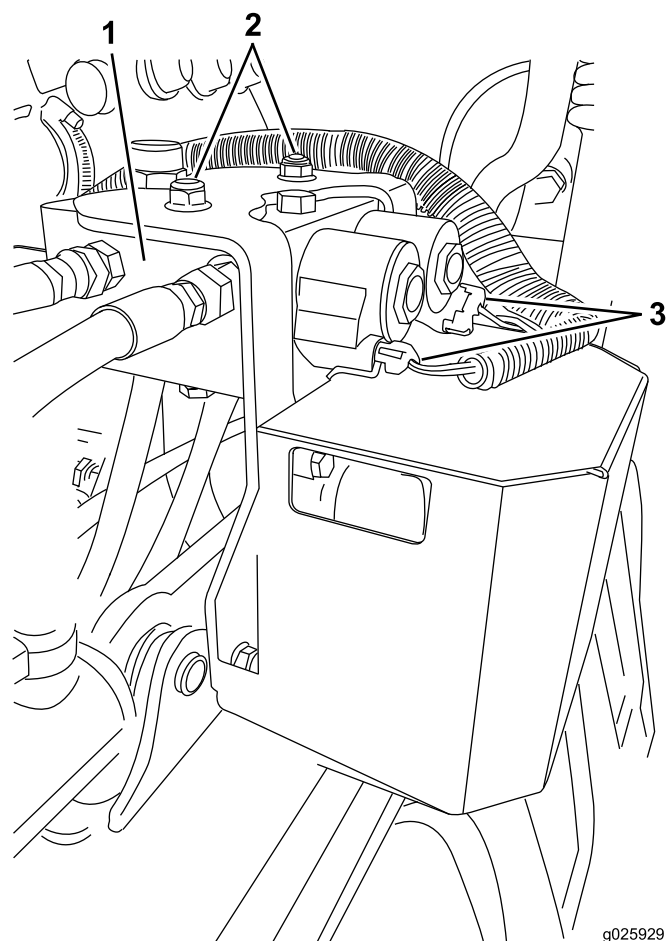

Рисунок 17
4. Направьте жгут проводки к гидравлическому коллектору (Рисунок 17).